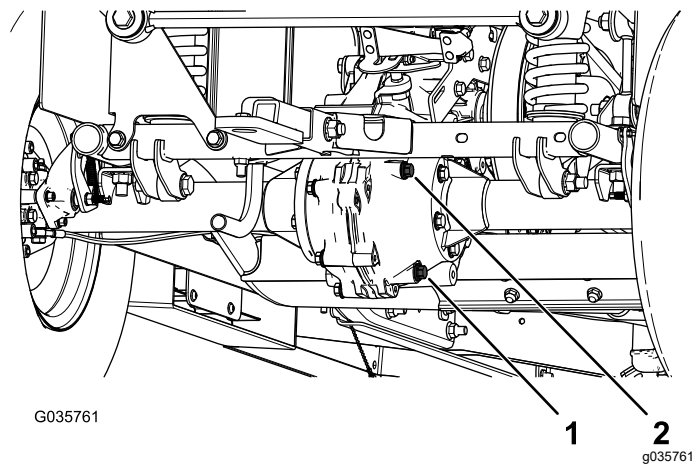

Рисунок 59
4. Снимите пробку заливного отверстия в коробке передач (**Рисунок 59**).
5. Если уровень жидкости низкий, снимите пробку заливного отверстия и доливайте жидкость указанного типа до тех пор, пока она не начнет вытекать из отверстия (**Рисунок 59**).
1. Подставьте под пробку сливного отверстия сливной поддон (**Рисунок 59**).
2. Снимите пробку заливного отверстия и уплотнение (**Рисунок 59**).
3. Снимите пробку сливного отверстия и уплотнение и дайте рабочей жидкости полностью стечь (**Рисунок 59**).